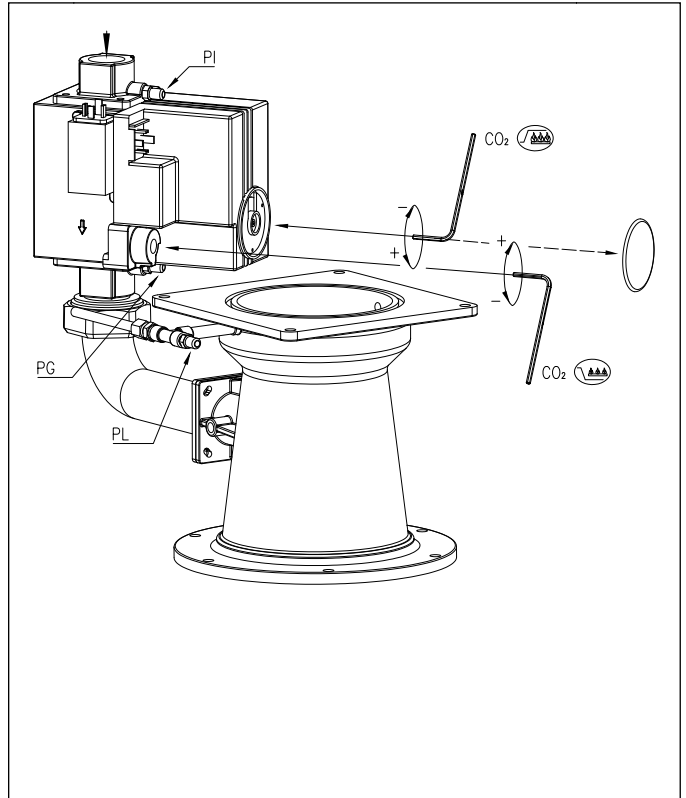
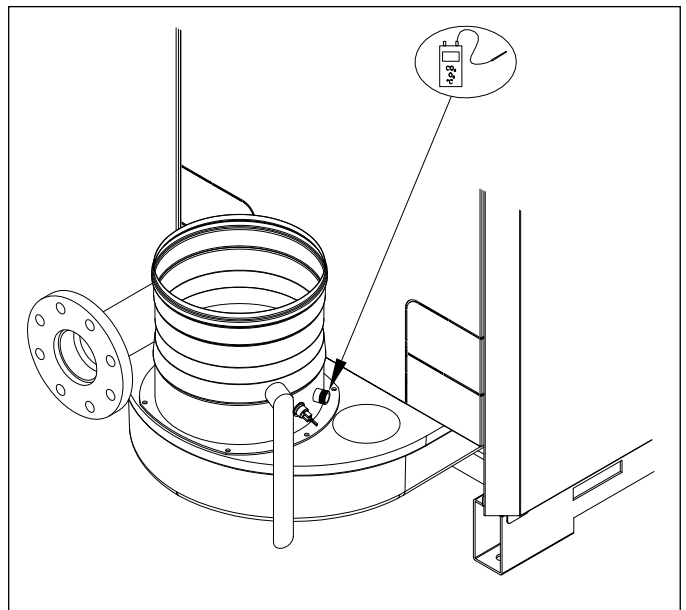

fig. 20 Points de réglage du multibloc gaz
fig. 21 Point de mesure des gaz de fumée
11. Vérifiez la pression d'admission du gaz PI (voir fig. 20).
- 17.a Vérifiez le réglage du rapport gaz/ air et, au besoin, corrigez-le. Le contrôle s'effectue à grande et à petite allure, tandis que le réglage n'a lieu que sur le multibloc gaz. Pour le contrôle et le réglage, vous devez disposer d'un compteur CO2 électronique (sur la base de O2) et d'un manomètre gaz. Veillez à bien fermer l'ouverture (voir fig. 21) autour de la sonde pendant la mesure. Branchez le manomètre gaz entre le point de mesure PG sous le multibloc gaz et le point de mesure PL sur le venturi (voir fig. 20).
- 17.d Mesurez ensuite le pourcentage de CO2 et comparez-le à la valeur du *tableau 08*. Si les valeurs dépassent les limites indiquées, corrigez-les suivant la fig. 20.